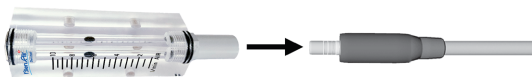

FIG. 5
4. Așezați debitmetrul pe capăt, apoi activați aerul de răcire și măsurați debitul de aer. Valoarea este măsurată în mijlocul bilei debitmetrului, conform standardului JIS B7551 (FIG. 5).